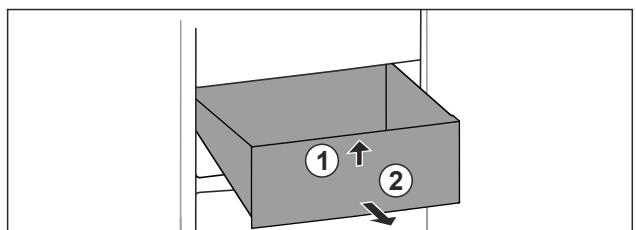

Fig. 98
- Nadzvedněte zásuvku vpředu. Fig. 98 (1)
- Vyměte zásuvku dopředu. Fig. 98 (2)